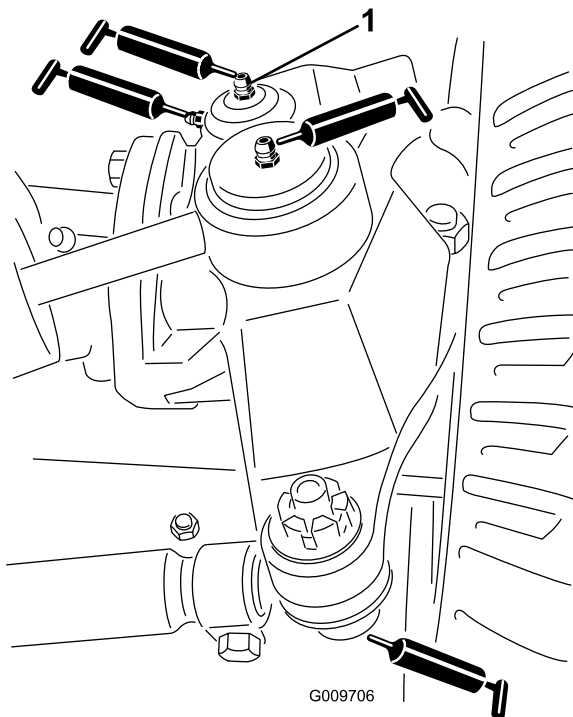

図 25
- ステアリングシリンダのボールジョイント 2ヶ所 図 25
- タイロッドのボールジョイント 2ヶ所 図 25
- キングピンのブッシュ 2ヶ所 図 25。但しキングピン上部は1年に1回のみポンプ2回押しのみとする。